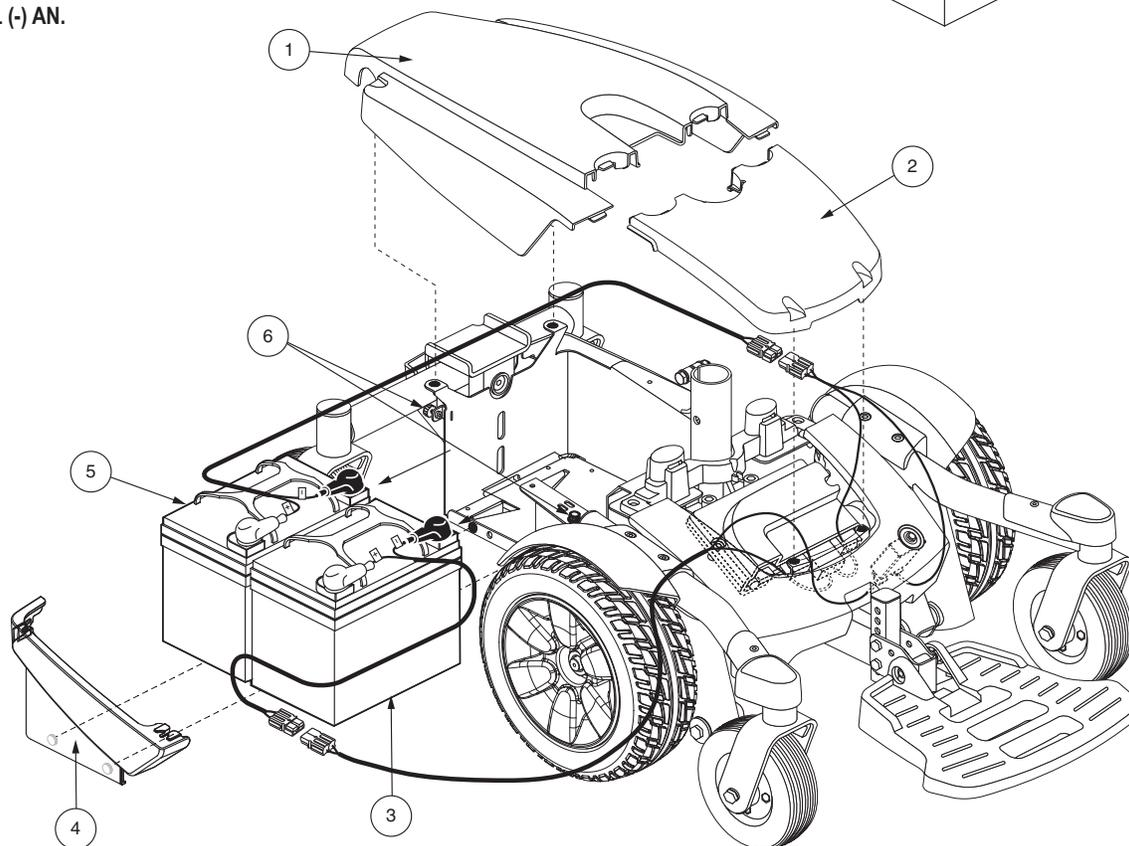

Bild 23. Austauschen der Batterien (Sitz nur zum Zweck der Verdeutlichung nicht gezeigt—Select 6 gezeigt)
3. Entfernen Sie die Oberverkleidung. **Siehe Bild 23.**
5. Trennen Sie die Batteriekabel von der Antriebsbasis. **Siehe Bild 23.**
8. Den vorderen Batteriekabelbaum von der Strombasis trennen. **Siehe Bild 23.**
10. Ziehen Sie die Batteriekabel von den alten Batterien ab und bringen Sie sie an den neuen Batterien an. Achten Sie darauf, dass die Befestigungselemente richtig ausgerichtet sind. **Siehe Bild 23.**
11. Legen Sie die Frontbatterie in die Power Base. Stellen Sie sicher, dass die Klemmen zur Vorderseite der Strombasis zeigen. **Siehe Bild 23.**
14. Legen Sie die hintere Batterie auf die Strombasis. Stellen Sie sicher, dass die Klemmen zur Vorderseite der Strombasis zeigen. **Siehe Bild 23.**